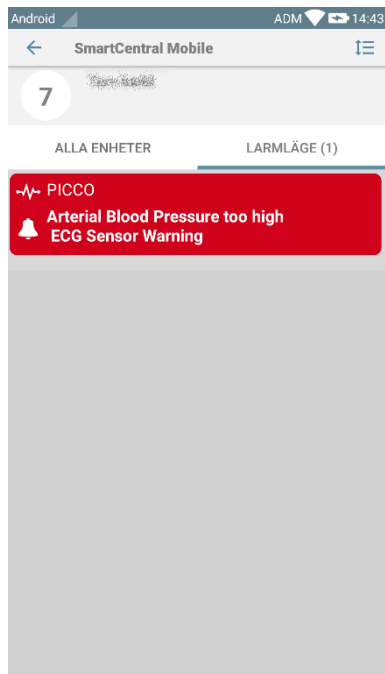

Fig. 18
- Tryck på meddelandet för att komma direkt till aktuell modul/patient (se ett exempel i Fig. 18). Om larmet anmälan från en modul är relaterad till en patient, sedan genom att trycka på den alarme fliken patienten visas; Dessutom, om larm anmälan höjs för mer än en patient, genom att trycka på den listan över larmade patienten visas.